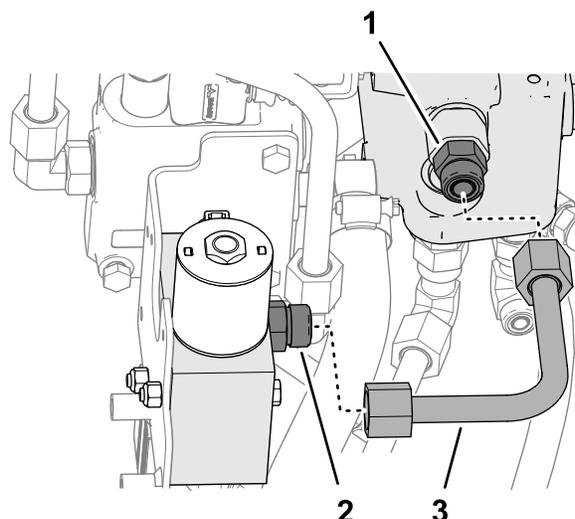

Рисунок 22
1. Подсоедините L-образную трубку к прямому штуцеру в отверстии С клапана низкого расхода и прямому штуцеру в отверстии Т-1 клапана стрелы погрузчика (Рисунок 22).